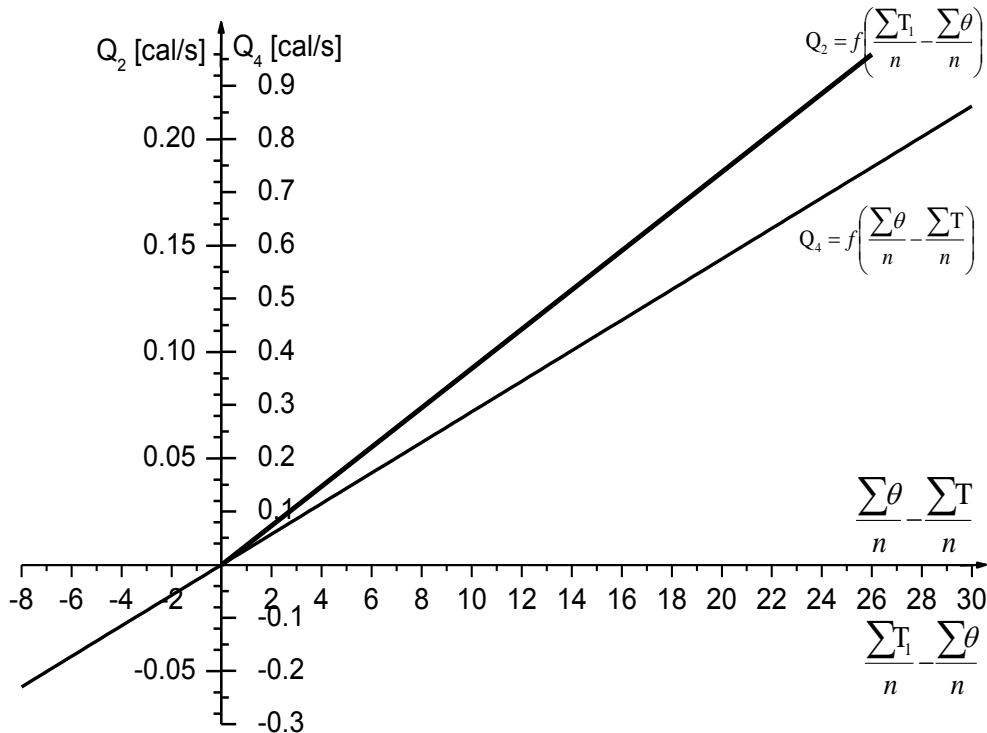

Fig. 3.
2. Q2 reprezintă cantitatea de căldură cedată într-o secundă mediului înconjurător de către jumătatea de jos a cilindrului. Pentru determinarea ei s-au făcut măsurători suplimentare, ale căror rezultate sunt prezentate în Fig. 3.
4. Q4 reprezintă căldura absorbită de calorimetru din mediul înconjurător. Din Fig. 3 se poate determina valoarea lui Q4, știind că  $Q_4 = f\left(\frac{\sum \theta}{n} - \frac{\sum T}{n}\right)$ .
ii. Se calculează  $\frac{\sum T_1}{n} - \frac{\sum \theta}{n}$  și se citește Q2 corespunzător din Fig. 3. Valoarea citită din Fig. 3, este în cal/s, astfel că trebuie transformată în Watt, știind că 1cal = 4,18 J;
iv. Se calculează  $\frac{\sum \theta}{n} - \frac{\sum T}{n}$  și se citește Q4 corespunzător, din Fig. 3. Și în acest caz este nevoie de transformarea valorii citite din cal/s, în Watt;